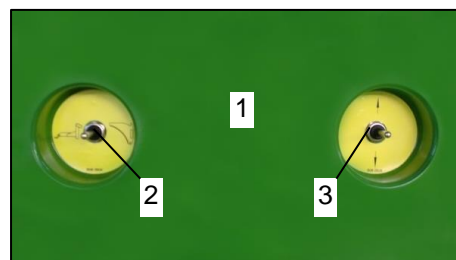

Bild 29: Maschinenseitige Steuerung
Zur einfachen Handhabung ist seitlich am Maschinenrahmen eine Steuerung zur Betätigung des Schneidwerks (Bild 29) und der Deichsel (hierzu siehe Abschnitt „Deichsel“) angebracht. Hiermit kann komfortabel das Schneidwerk aus- und eingeschwenkt werden.
- Beim Senken des Schneidwerks (aus dem Schneidkanal ausschwenken) muss wie folgt vorgegangen werden: Den linken Schalter (Bild 29 / Pos.2) nach rechts halten (Schneidwerk) und den rechten Schalter (Pos.3) solange nach unten ziehen (Pfeil nach unten) bis das Schneidwerk ausgeschwenkt ist.
- Beim Heben des Schneidwerks (in den Schneidkanal einschwenken) muss wie folgt vorgegangen werden: Den linken Schalter (Bild 29 / Pos.2) nach rechts halten (Schneidwerk) und den rechten Schalter (Pos. 3) solange nach oben ziehen (Pfeil nach oben) bis das Schneidwerk vollständig eingeschwenkt ist. Beim Heben ist darauf zu achten, dass sich die Messer ordnungsgemäß in die Führung der Schneidwanne einfädeln